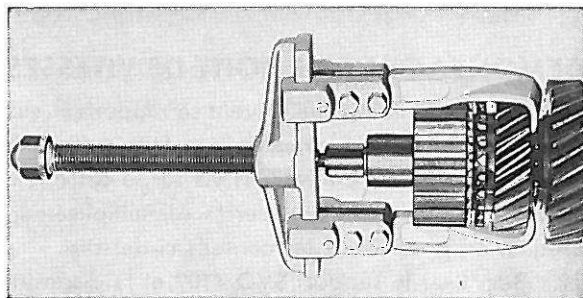

Figure 26. Démontage du synchronesh avant
3. Enlever le jonc d'arrêt à l'extrémité avant de l'arbre. Extraire le moyeu de synchronesh et le pignon de 2ème vitesse en se servant d'un extracteur approprié, voir figure 26. Déposer la rondelle de butée.